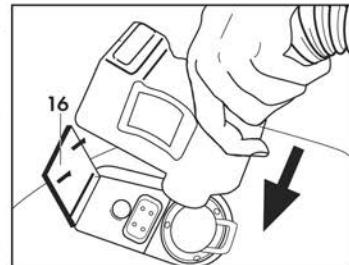

Fig. 6
Abrir totalmente a tampa de presa dos acessórios (16) e inserir o engate rápido do tubo flexível na presa colocada na parte dianteira do aparelho, pressionando a fundo. Fechar a tampa da presa de acessórios (16) no corpo do engate rápido verificando que as duas partes se engatam. (Fig. 6)